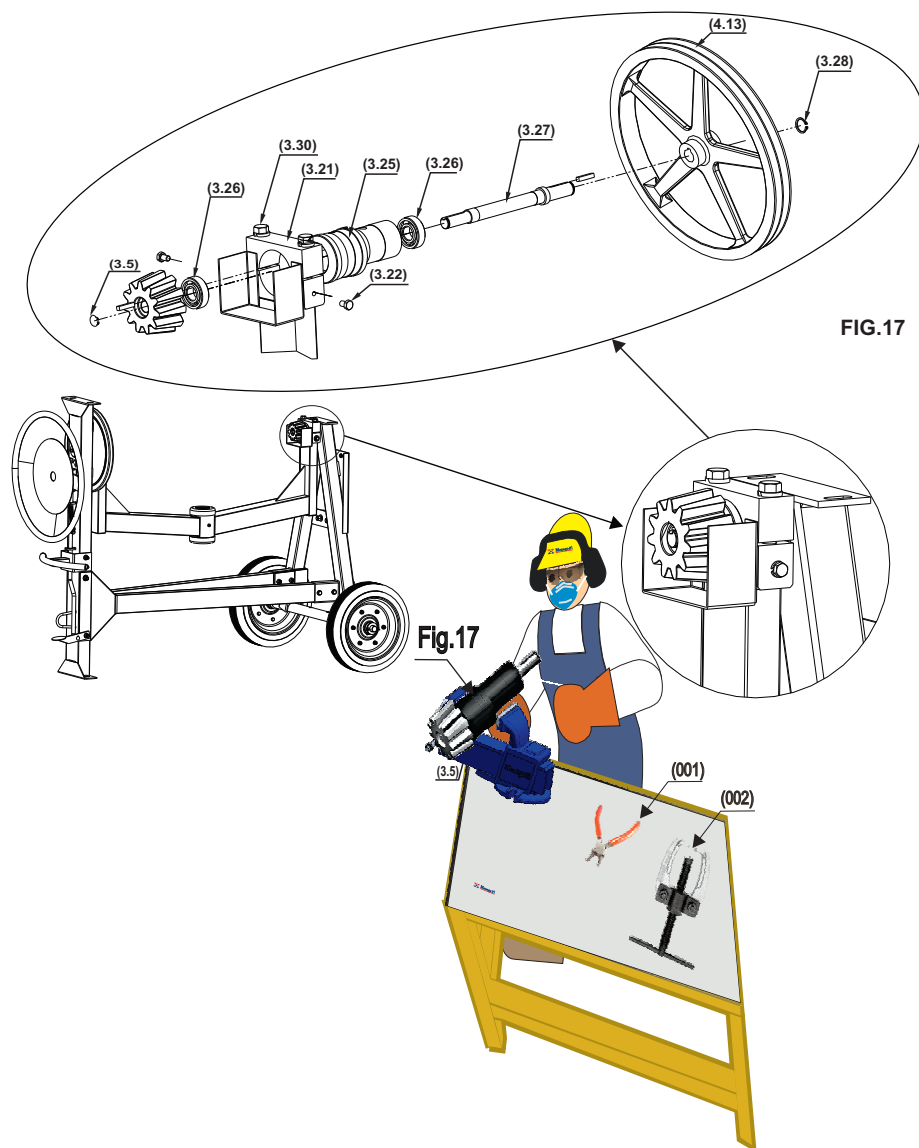

FIG.17
- 1º. Para sustituir el rodamiento y el eje (Fig 17 - 3.26 y 3.27), es necesario de remover el tambor y la caja del motor;
- 2º. Remueva el Anillo Elástico (3.5) (3.28) utilizando alicate de punta (001), en seguida remueva la polea movida (4.13) con sacador de 2 puntas (002). Para sacar, posicionar la punta del sacador en el eje (3.27);
- 3º. Para remover el tapón excéntrico (3.25 - Fig 17), sacar los dos tornillos (3.30) y (3.22). Por fin sacar el mancal Bipartido (3.21).